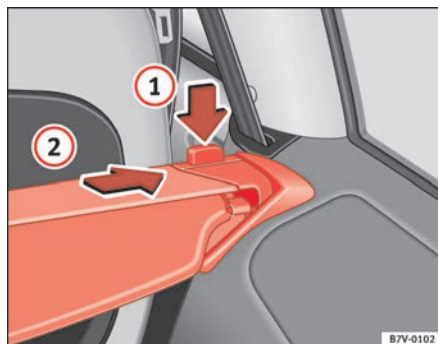

Fig. 113 Tapamaaletero:
- Presione la tecla de desbloqueo (con el tapamaaletero enrollado) ⇒ fig. 113 (1) en la dirección de la flecha y extraiga el tapamaaletero del soporte derecho hacia arriba.
- Saque el tapamaaletero del soporte izquierdo en dirección de la flecha (2) y extráigalo del vehículo.